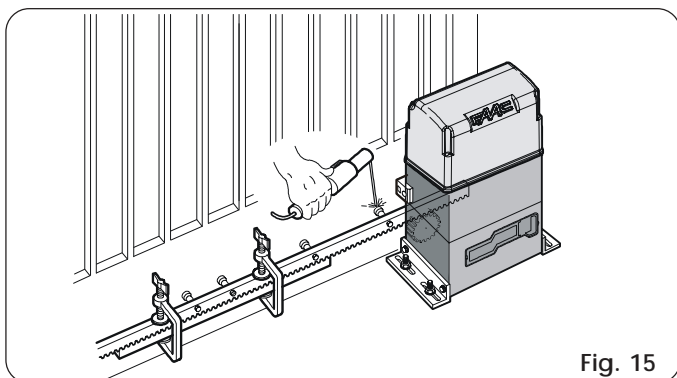

Fig. 15
- 5) Plaats een ander tandheugelelement tegen het vorige, en gebruik een stuk tandheugel om de vertanding van de twee elementen op elkaar af te stemmen, zoals op Fig. 15.
- 5) Plaats een ander tandheugелеlement tegen het vorige, en gebruik een stuk tandheugel om de vertanding van de twee elementen op elkaar af te stemmen, zoals op Fig. 15.